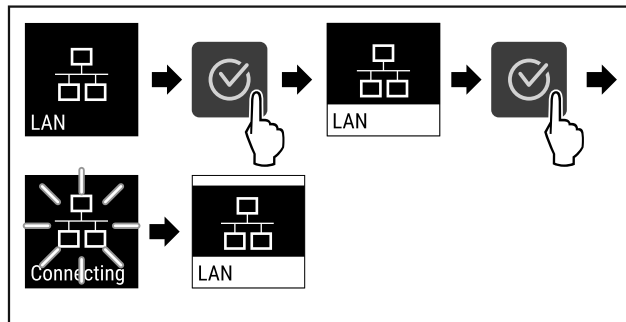

Fig. 80
- ▶ Eseguire i passaggi (vedere Fig. 80).